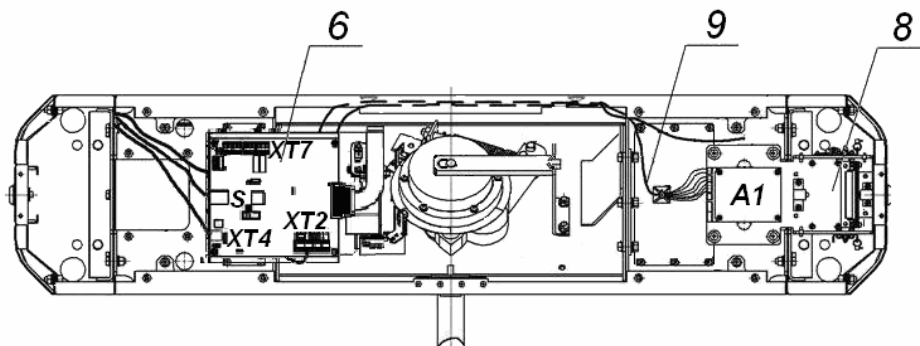

Рисунок 9 Схема прокладки кабелей в стойке ЭП:
2. Подготовьте в полу отверстия под гильзы анкеров для крепления стойки ЭП (см. рис. 8). При необходимости прокладки кабелей под поверхностью пола подготовьте в полу кабельный канал, подходящий к зоне ввода этих кабелей в стойку ЭП. Установку и крепление стойки производите после прокладки всех кабелей в кабельном канале и внутри стойки. Прокладка кабелей внутри стойки показана на рис. 9.
5. Снимите крышку турникета (3), открыв ключом замок (4, см. разд. 6).
Для переустановки механизма картоприемника (8, рис. 9) на противоположную сторону, т.е. на сторону считывателя А3 (см. рис. 9), необходимо выполнить следующие действия:
1. Снимите крышку (3) в порядке, указанном в п. 6.
2. Извлеките контейнер картоприемника (12), открыв замок (13).
3. Извлеките заглушку (14) с противоположной стороны, открыв замок (15).
4. Демонтируйте торцовые крышки (9, 10); каждая крышка крепится двумя винтами М4×16 и двумя шурупами Ø4,2×19 снизу со стороны контейнера (12) или заглушки (14); кабели считывателей, находящихся внутри торцовых крышек, от платы контроллера (6, рис. 9) не отсоединяйте.
6. Демонтируйте заглушку (11) из торцовой крышки (9) и установите ее в торцовую крышку (10); заглушка крепится двумя шурупами Ø2,9×9,5.
7. Отсоедините кабель картоприемника (9, рис. 9) от платы картоприемника А1.
9. Подсоедините кабель картоприемника (9, рис. 9) к плате картоприемника согласно схеме рис. А.1 Приложения А и рис. 4.
11. Установите в рабочее положение контейнер картоприемника (12) со стороны механизма картоприемника, а заглушку (14) – с противоположной стороны.
12. Установите крышку (3) в рабочее положение (см. п. 6).